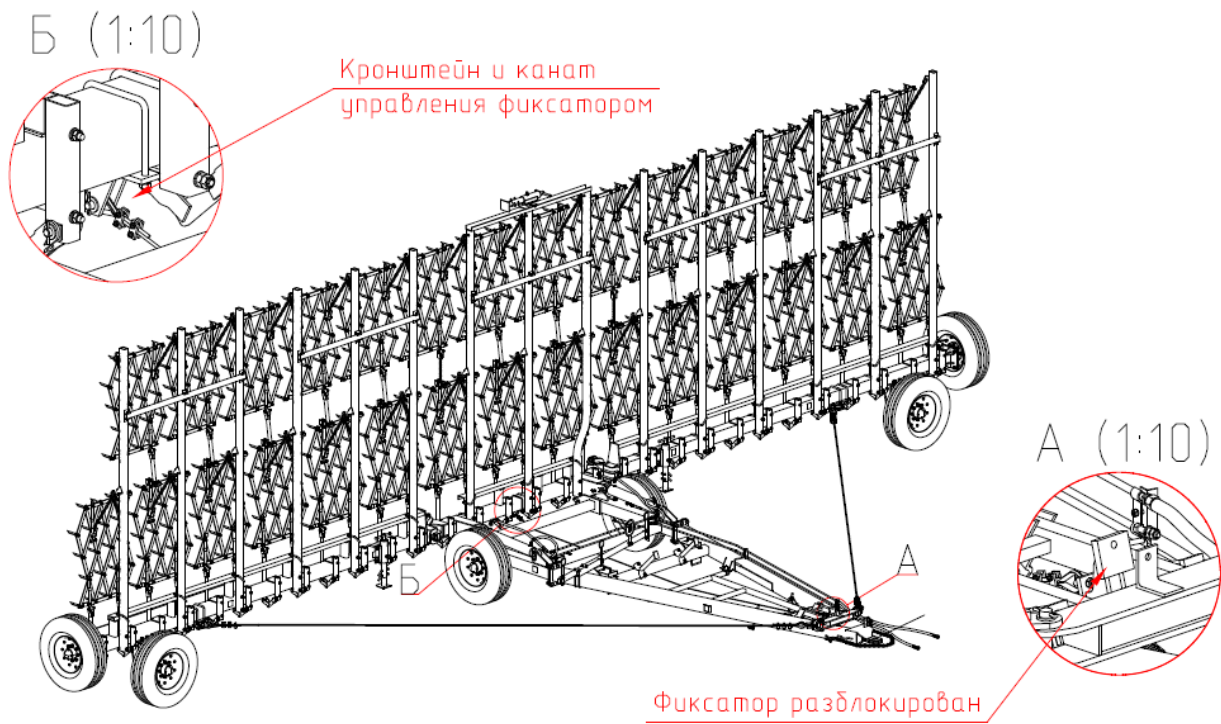

Рис.15 Подъем балок с боронами для перевода бороны в транспортное положение.
7.4.3. Перевести бороны в транспортное положение, повернув все балки с помощью гидроцилиндров (Рис.15).